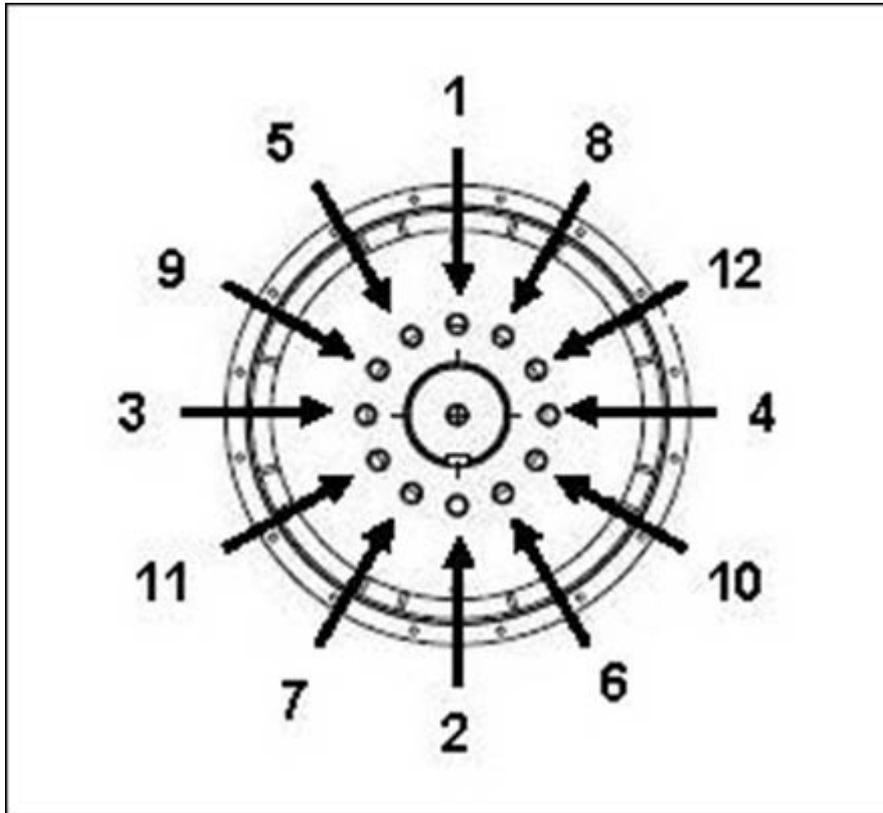

FIGURA 22. SECUENCIA DE FIJACIÓN AL CUBO
4. Si es necesario, apriete los pernos de los discos de acoplamiento en la secuencia que se muestra en Figura 22 en la página 44.